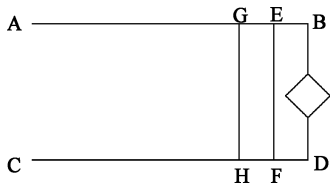

图 15-60 修剪图形
(5) 修剪图形。单击“默认”选项卡“修改”面板中的“修剪”按钮, 选择需要修剪的对象范围后, 命令行中提示选择需要修剪的对象, 选择修剪对象修剪掉多余的线段, 修剪结果如图 15-60 所示。